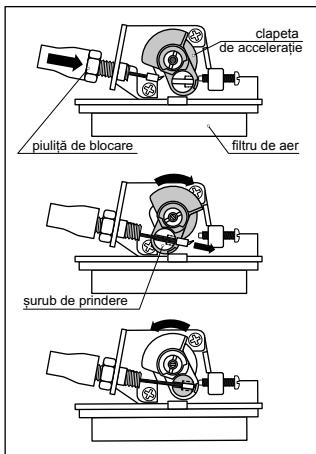

fig. 6
- Fixați cablul pe motor și așezați capătul cablului în conectorul clapei de acceleratie (fig. 6).